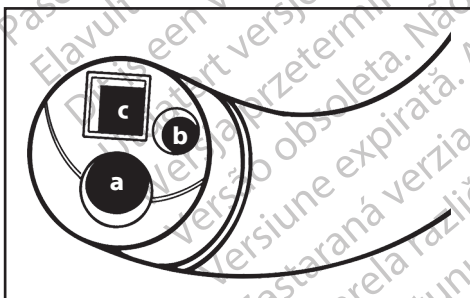

Figure 4. Extrémité distale – L'extrémité distale inclut 3 éléments :
**Corps flexible :** le corps flexible est la section d'insertion de l'urétroscope (voir figure 4).